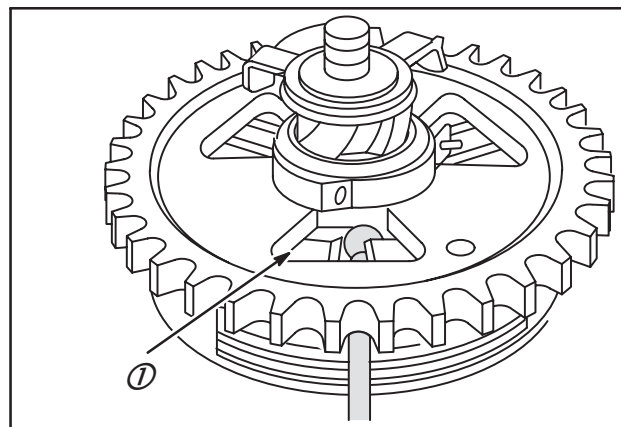

Fig. 33
17. Relâcher le pignon et la poulie de 1/2 à 1-1/2 tours jusqu'à ce que le nœud de la corde (1), Fig. 33, soit visible dans l'ouverture du couvercle.
18. Glisser l'extrémité non nouée de la corde par l'ouverture (1) du couvercle et tirer sur la corde jusqu'à ce que le nœud soit enfoncé dans son logement, Fig. 33.